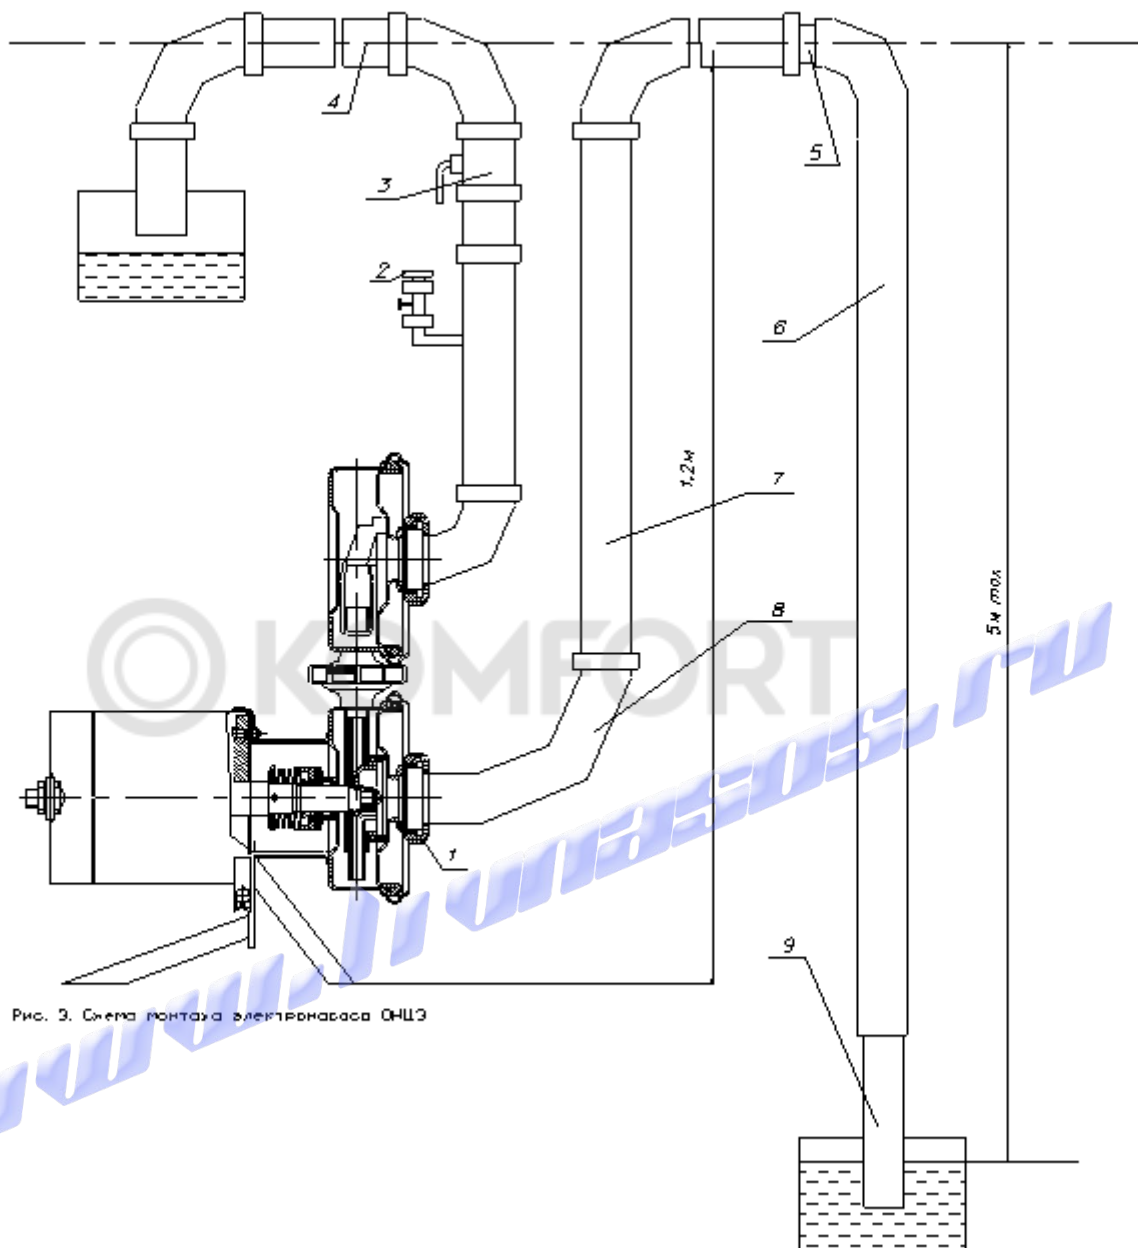

Рис. 3. Схема монтажа электронасоса ЭНЦЭ
5.4 Насос присоединить к трубопроводам по схеме, приведенной на рис.3. Трубопроводы, в особенности всасывающий, должны быть герметичными. Всасывающий трубопровод желательно делать как можно короче: чем меньше его сопротивление, тем больше производительность насоса. В присоединенный к трубопроводам насос залить через воронку моющий раствор и произвести его безразборную мойку вначале моющим раствором, а затем горячей водой, при этом устранить все течи в трубопроводах, после чего насос готов к эксплуатации.
6.2 Произвести запуск насоса и, переноса всасывающее сопло 9 (рис.3) с одной емкости в другую, откачивать из них жидкость.
Насос медленно всасывает жидкость.	Напорный трубопровод имеет воздушные мешки. Не выдержана высота 1,2 м горизонтальных участков всасывающего и нагнетательного патрубков (см. рис. 3). Излишне длинный и большой диаметр всасывающего трубопровода.